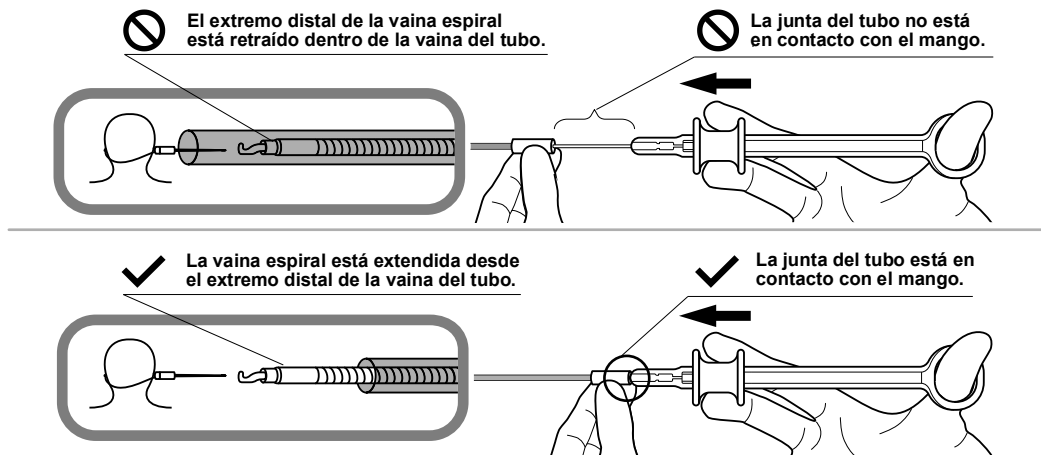

Figura 3
- No retire el lazo del gancho mientras la vaina espiral no esté extendida desde la vaina del tubo (consulte la Figura 3). En caso contrario, el lazo puede enredarse con el gancho y resultar imposible de retirar. En este caso, consulte la sección 12, "Tratamiento de emergencia" y cumpla con lo indicado en "Equipo a utilizar en una emergencia" en la página 3 en este manual.